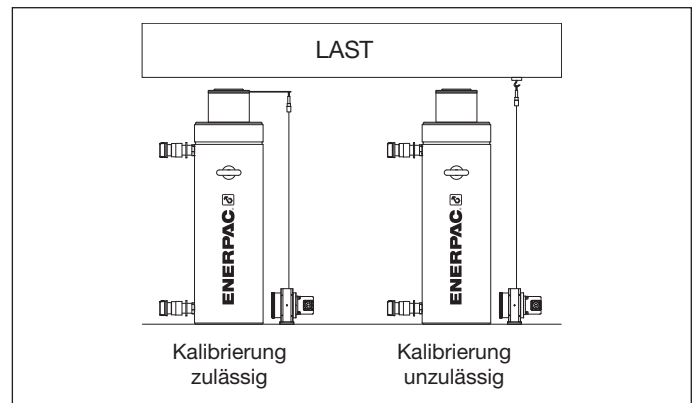

Abbildung 20, Kalibrierungsbedingungen
2. „Cylinder calibration selection (Auswahl der Zylinderkalibrierung)“: Der Benutzer muss je nach verwendetem Zylindertyp einstellen, ob die Kalibrierung durchgeführt werden soll oder nicht. Für nähere Informationen siehe Abbildung 20.